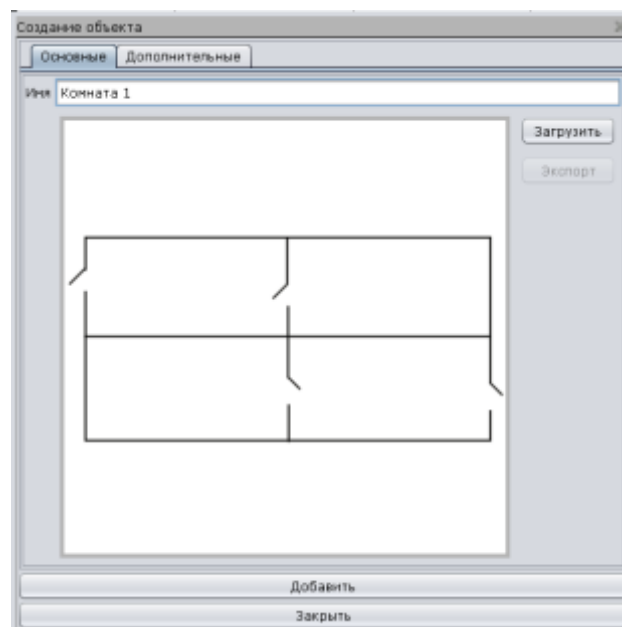

Рис. 131
14.4.3. после загрузки превью выбранной картинки появится в окне (Рис. 131). В поле «Имя» указать имя, под которым изображение сохранится в БД, на вкладке «Дополнительно» можно ввести комментарий к загружаемому изображению. Для сохранения нажать на кнопку «Добавить», далее изображение можно добавить на план.